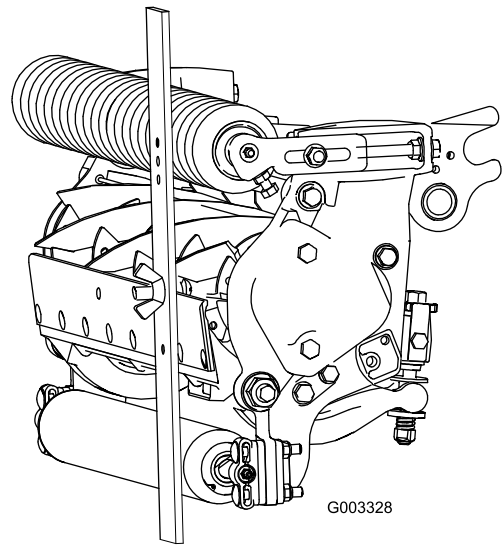

Figura 17
3. Enganche la cabeza del tornillo sobre el filo de la contracuchilla y apoye el extremo trasero de la barra sobre el rodillo trasero (Figura 17).
4. Gire el tornillo de ajuste hasta que el rodillo delantero entre en contacto con la barra de ajuste (Figura 17). Ajuste ambos extremos del rodillo hasta que el rodillo esté paralelo a la contracuchilla en toda su longitud.